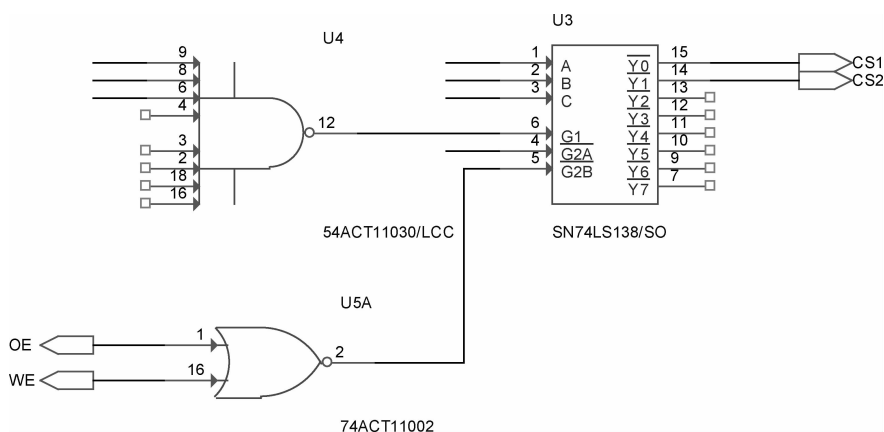

图 6-258 连接电路图
3) 选择菜单栏中的 “Place (放置)” → “Wire (导线)” 命令，或单击 “Draw (绘图)” 工具栏中的 “Place wire (放置导线)” 按钮, 连接接地符号与对应接线端，至此完成原理图的绘制，如图 6-258 所示。